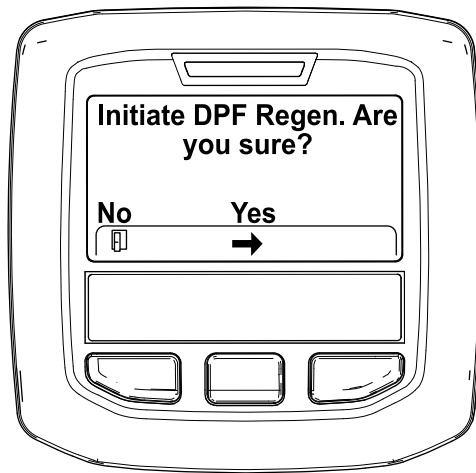

Figura 51
4. Cuando aparezca el mensaje "Initiate DPF Regen. Are you sure?" (Iniciar regeneración de DPF, ¿está seguro), pulse el botón central (Figura 51).